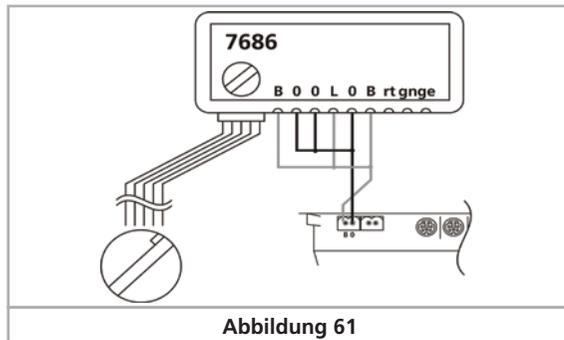

Abbildung 61
- Wenn Sie Ihre Drehscheibe wie in Abbildung 61 direkt aus dem Hauptgleisanschluss versorgen, schalten Sie Ihre Zentrale auf „Stop“ und anschließend wieder auf „Go“. Wenn Sie nun innerhalb von 5 Sekunden die „input“-Taste betätigen, versetzen Sie den Drehscheibendekoder in den Programmiermodus.